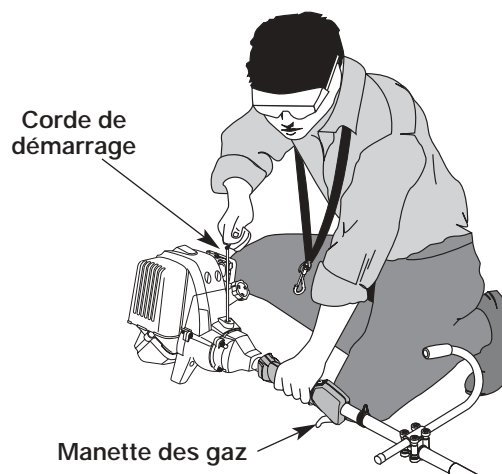

Fig. 22
AVERTISSEMENT: évitez tout démarrage accidentel. Tenez-vous en position de démarrage lorsque vous tirez sur la corde de démarrage (Fig. 22). L'opérateur et l'appareil doivent tous deux être en position stable pour éviter des blessures graves. Vérifiez la bonne installation de l'accessoire avant le démarrage de l'appareil.
4. Levez-vous en position de départ et **n'appuyez pas sur la manette des gaz** (Fig. 22). Tirez sèchement sur le cordon de démarrage jusqu'à 5 à 10 fois.